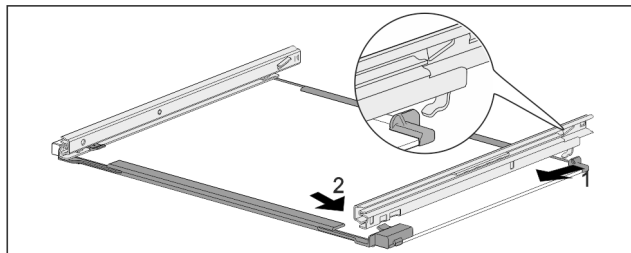

Fig. 143 Стеклопластина с направляющими
- ▶ Зацепите направляющую сзади. Fig. 143 (1)
- ▶ Защелкните направляющую спереди. Fig. 143 (2)